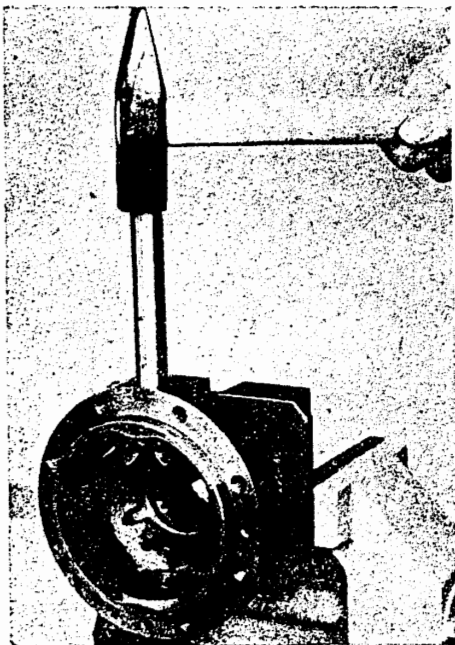

Bild H 15. Einschlagen des Bolzens
5. Bolzen vorsichtig in den Ausgleichkorb einschlagen (Bild H 15).
Im zusammengebauten Zustand müssen sich die Kegelräder leicht durchdrehen lassen. Das Zahnflankenspiel soll etwa 0,2 ... 0,3 mm betragen. Ist das Zahnflankenspiel geringer, muß eine dünnere Anlaufscheibe eingebaut werden (Bild H 15).